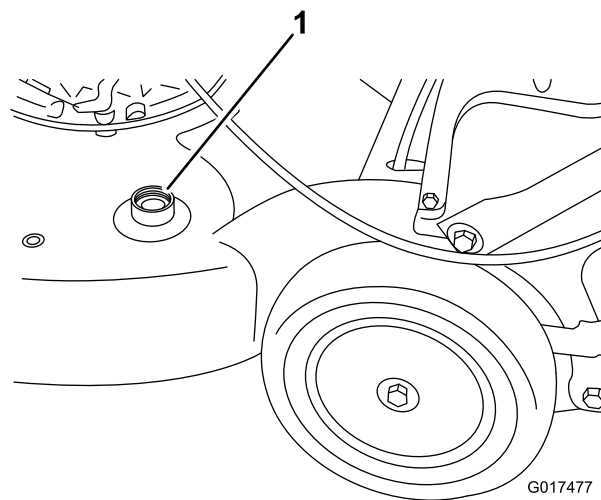

Figure 41
3. Branchez un tuyau d'arrosage relié à l'alimentation en eau au raccord de lavage du carter du tablier de coupe (Figure 41).